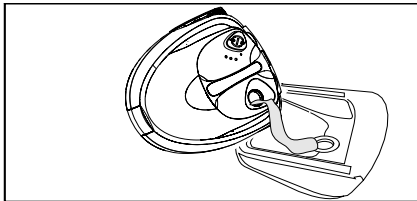

Рисунок 10
- ➔ Вылейте воду. Для это переверните прибор на бок воронкой для наполнения (см. рисунок 10).